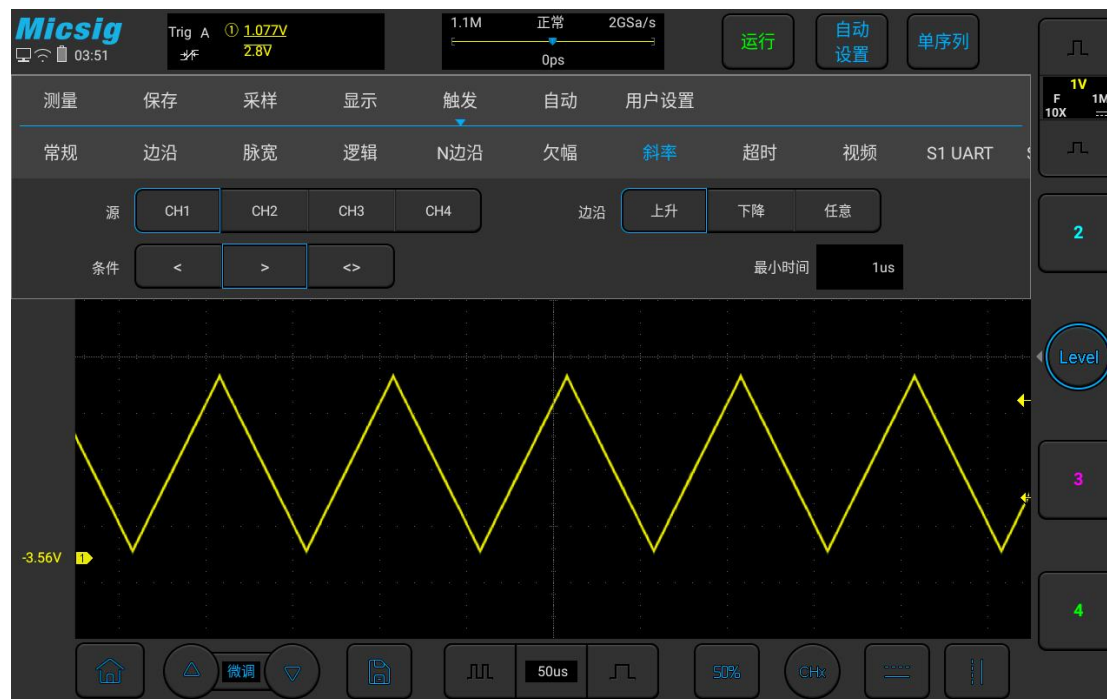

图 5-27 斜率触发设置菜单
1) 打开主菜单，轻点“触发”打开触发菜单，在触发类型中选择斜率触发，对斜率触发进行如下设置，见图 5-27：